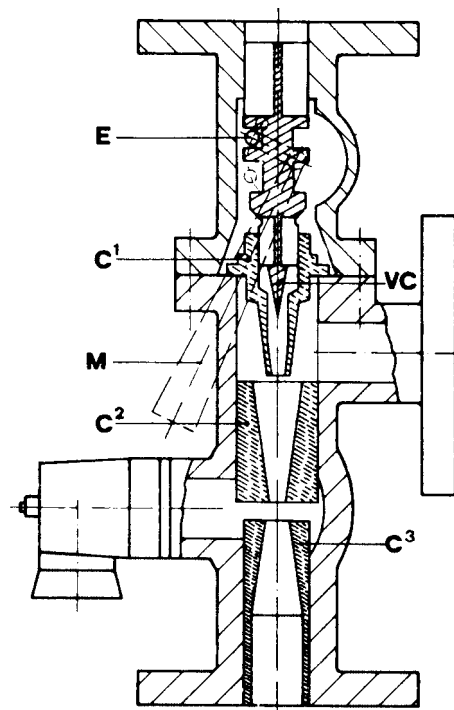

Fig. 7
Reprezentat in Fig. 7, este compus din doua conuri convergente (C^1) e (C^2) prin care trec vaporii(aburi) a caror viteza creste foarte tare si care se regleaza cu valva conica (VC) manevrata de la manerul (M) cu excentricul (E). In zona celor doua conuri (C^1) si (C^2) vaporii(aburii) creaza o depresiune, datorita vitezei foarte mare.